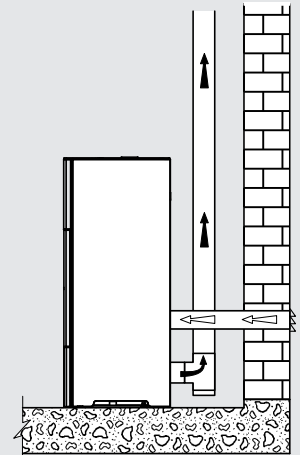

Fig. 5.6
- den Eintritt der Verbrennungsluft des Ofens über eine Rohrleitung mit dem Lufteinlass verbinden (Abb. 5.6).